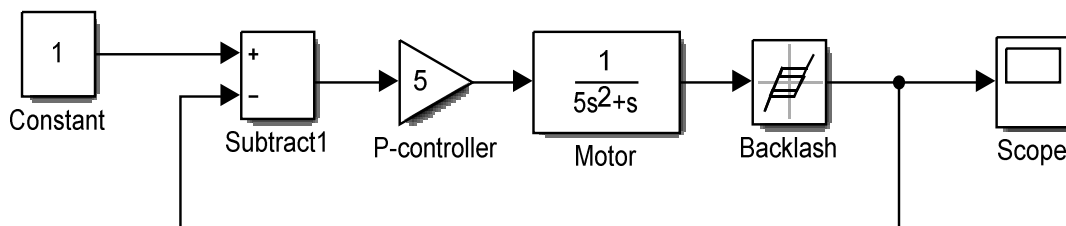

Рис. 15. Система управления с люфтом
**Задание 2.2.** На рис. 15 представлена схема управления мотором с нелинейностью типа «люфт».